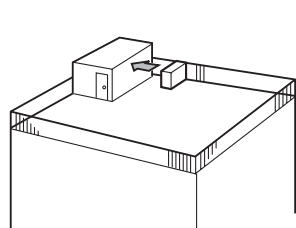

Fig. 2-3
- ① Positionner la sortie d'air vers le mur le plus proche et à environ 50 cm de celui-ci. (Fig. 2-3)